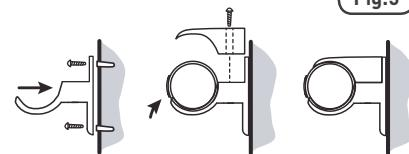

Fig.5
- Una volta trovata una posizione idonea, avvitare al muro le due metà inferiori della staffa [Fig. 5]